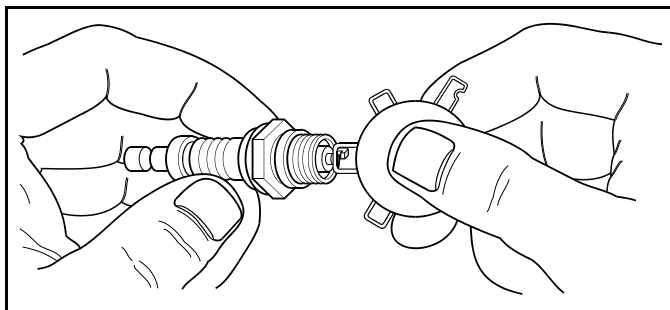

Figura 4-3. Comprobación de la separación de los electrodos de bujía
5. Vea la Figura 4-3. Ajuste de la separación de los electrodos de bujía.